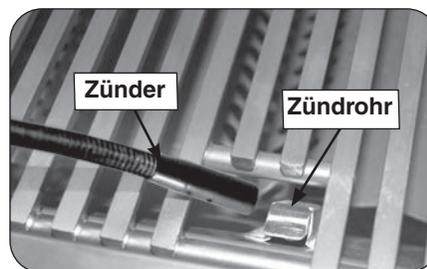

Abb. 28-2 - Von Hand anzünden
**ACHTUNG:** Warten Sie immer fünf (5) Minuten nach jedem erfolglosen Anzündversuch auf Gas.
2. Halten Sie entweder ein brennendes langes Feuerzeug oder einen brennenden langstieligen Streichholz durch die Grillrostöffnung an der Spitze vom Zündrohr. (Abb. 28-2). Bei hinteren Brennern halten Sie die Flamme auf die Oberfläche vom hinteren Brenner.
4. Wenn ein Brenner nicht innerhalb von fünf (5) Sekunden nach dem Drehen des Regelknopfes zündet, **drücken Sie ihn nieder und drehen Sie ihn auf die Position AUS**. **WARTEN SIE FÜNF (5) MINUTEN**, bevor Sie die Schritte 2 bis 4 der Anweisungen zum ANZÜNDEDN VON HAND wiederholen.